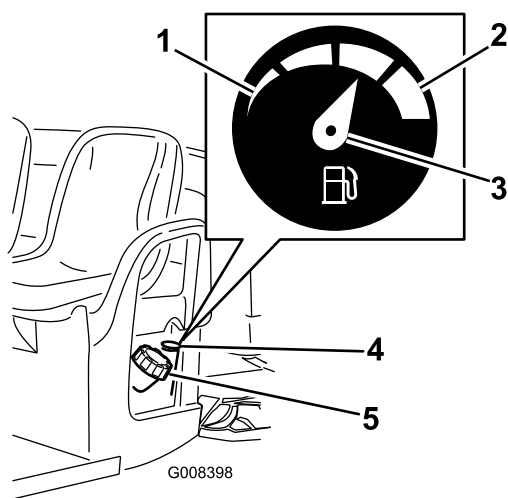

Figure 17
2. Nettoyez la surface autour du bouchon du réservoir de carburant (Figure 17).